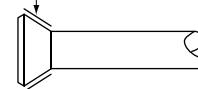

Рис. 22
- При присоединении гайки раструба нанесите сложноэфирное синтетическое масло или любую жидкую смазку на поверхность раструба (как снаружи, так и изнутри) и до завинчивания поверните гайку 3-4 раза вручную. (См. рис. 22)